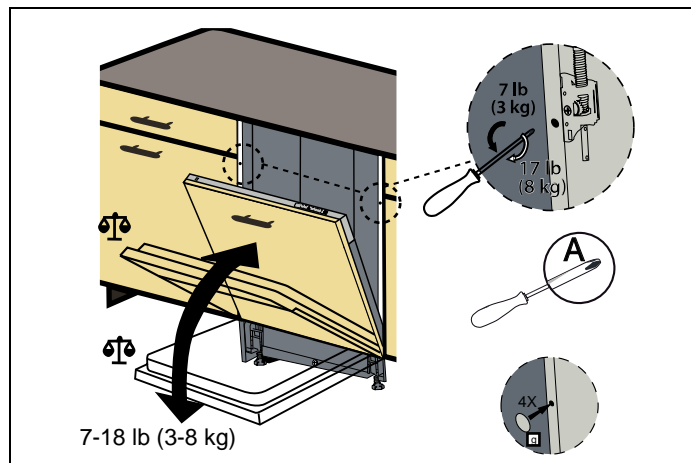

Fig. 28
8) Selon le poids de la porte en bois assemblée, l'équilibrage doit être assuré par le mécanisme indiqué dans la Fig. 28 .